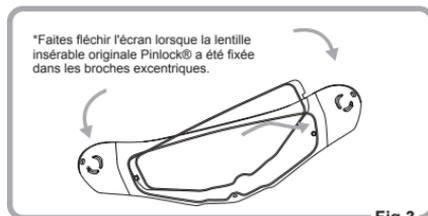

Fig.3
- 2 Faites fléchir l'écran avec précaution jusqu'à ce que l'écran soit plat. Ensuite, encliquez l'autre côté de la lentille insérable originale Pinlock® dans les broches excentriques, puis, avec précaution, faites reprendre à l'écran sa forme courbe initiale. Assurez-vous que la lentille insérable originale Pinlock® est bien insérée dans la rainure (Fig. 3, 4 et 5). (Passez au point 3 de la page suivante)